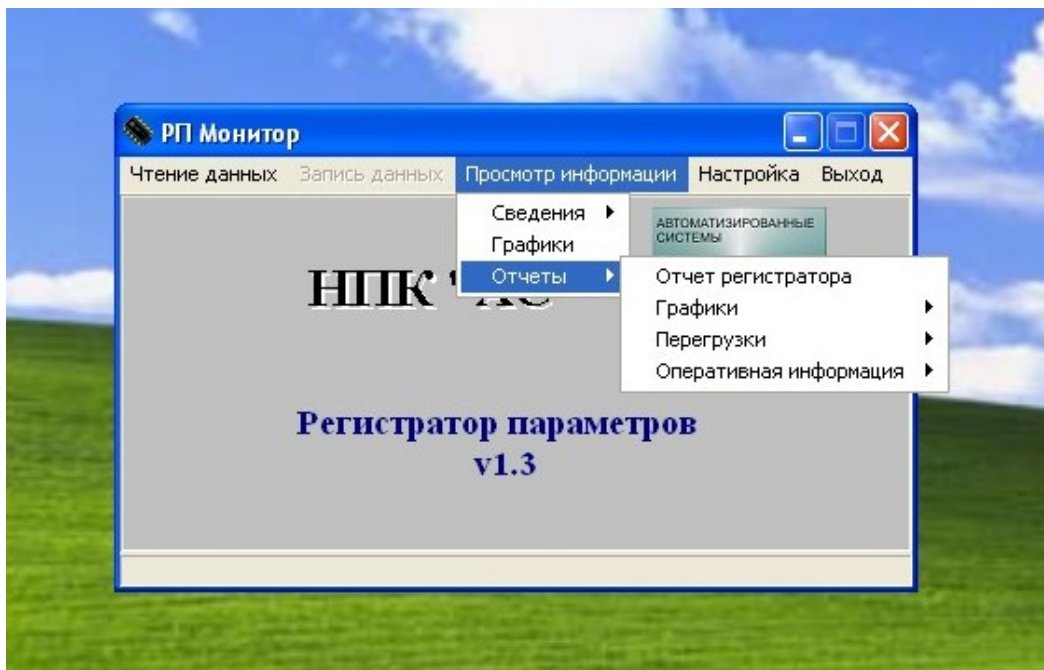

Рис.22
6.4.6. Раздел "Отчеты", Рис. 22, позволяет вывести на печать: